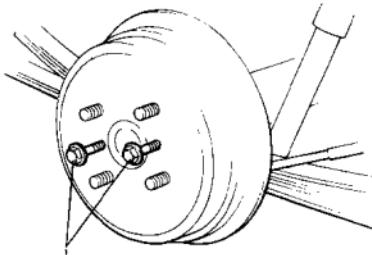

图 13-3
(4) 卸下传动轴凸缘和后桥凸缘之间的 4 个连接螺栓和螺母，使传动轴和后桥分离。
(5) 拆下车轮螺母和车轮。
(6) 使用两个适当长度的螺栓，拧入制动鼓上的螺纹孔内，将制动鼓从半轴上顶出来（图 13-3）。